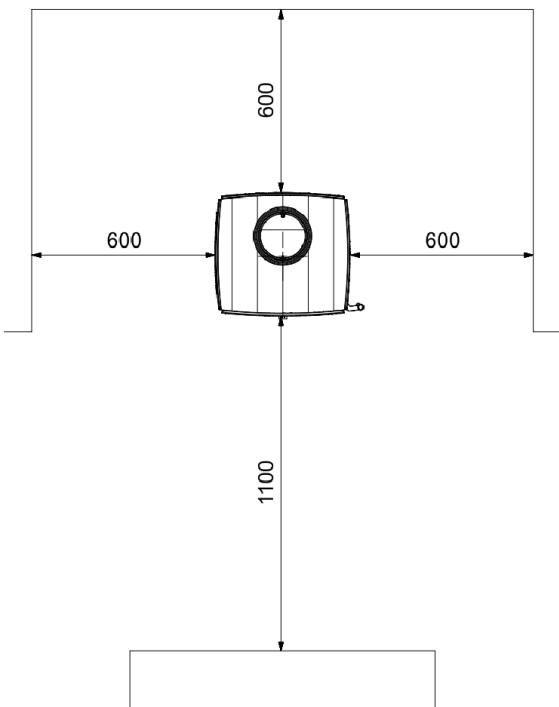

FIG. 7 DISTANZE DI SICUREZZA SENZA LO SCUDO PROTETTORE (mm)
- Quando si installa la stufa, occorre ricordare le distanze di sicurezza necessarie, sia della stufa sia della canna fumaria, dalle superfici combustibili (pareti in legno o tappezzate, pavimento in legno, ecc.). La distanza di sicurezza deve essere rispettata quando il rivestimento delle pareti o delle zone nei pressi della stufa può essere soggetto a deterioramento o deformazione a causa della temperatura (vernici, pitture, PVC, ecc.). Fig. 7